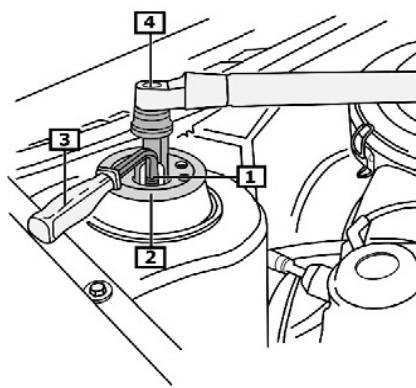

Fig. 2:
- **Fig. 2** Mutter (1) mit Spezialwerkzeug (3, 4) abschrauben, dabei Federbein gegenhalten.
- Tellerscheibe (2) abnehmen, Federbein entnehmen.
- **Fig. 2** Use special tool (3, 4) to unscrew nut (1) while securely holding suspension strut.
- Remove plate washer (2).
- **Fig. 2** Desatornillar la tuerca (1) con la herramienta especial (3, 4) sujetando el amortiguador.
- Retirar la arandela de platillo (2).